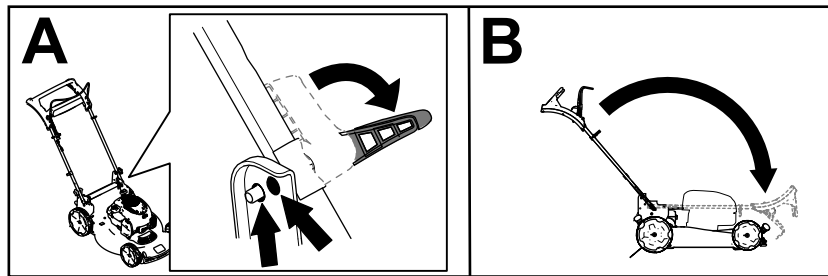

Figure 17
2. Déverrouillez le guidon jusqu'à ce que la moitié supérieure bouge librement (A de la Figure 17).
3. Rabattez le guidon complètement en avant (B de la Figure 17).